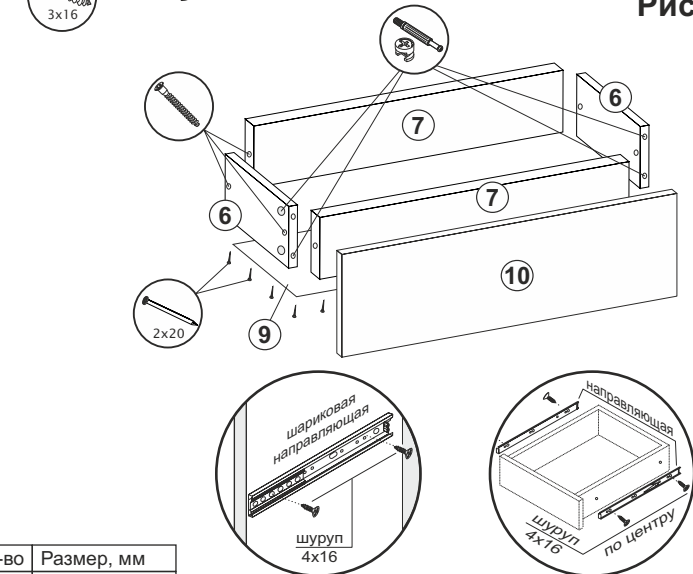

Рис.2
4. Соединить детали ящиков (6,7) еврошурупами. Замерить диагонали получившихся ящиков и прибить ХДФ (9) гвоздями 2x20 (рис.2).
5. Прикрутить ответные части направляющих по центру деталей ящиков (6) шурупами 4x16 (рис.2).
6. Установить створки (10) на собранные ящики с помощью эксцентриков (рис.2).